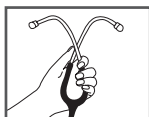

Fig. 2
3. Para aumentar a tensão da mola, aperte os tubos auriculares conforme mostrado na Fig. 2.